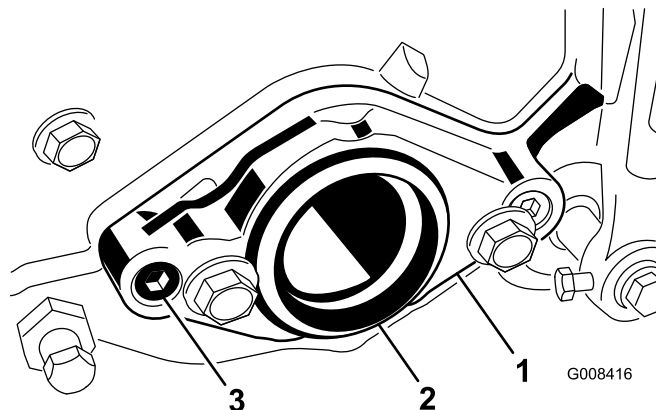

Figura 14
B. Sul lato destro dell'apparato di taglio, togliete il tappo in plastica dall'alloggiamento del cuscinetto (Figura 14).
C. Togliete le 2 viti a testa esagonale che fissano il supporto del motore all'estremità destra dell'apparato di taglio. Rimuovete il supporto motore (Figura 14).